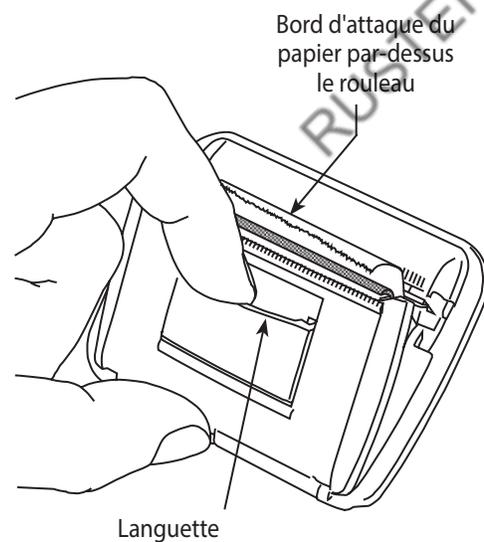

Figure 15
1. enlevez le couvercle de l'imprimante en tirant sur la languette, comme illustré sur la figure 15.
8. Placez l'imprimante dans la zone prédécoupée du panneau de commande. Appuyez sur la surface de l'imprimante qui affleure le panneau, en l'orientant de manière à ce que le papier sorte par la partie supérieure de l'imprimante, comme illustré sur la figure 15.